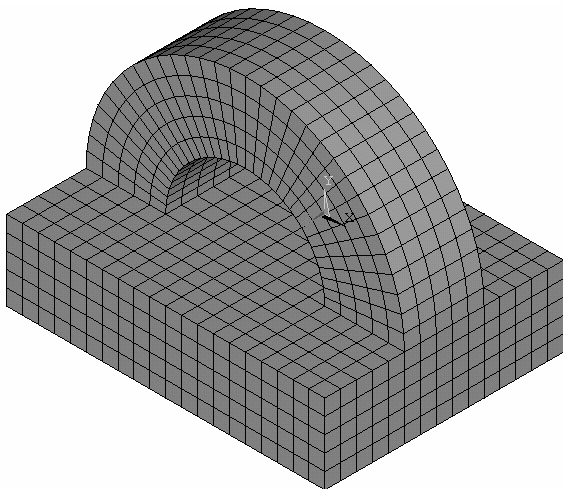

图 3-156 单元划分完成
(11) 依次选择 Main Menu>Preprocessor>Meshing>MeshTool, 弹出“MeshTool”窗口, 单击“Lines”后的“Set”按钮, 弹出“Element Si...”窗口, 单击“Pick All”按钮, 弹出“Element Sizes on Picked Lines”窗口。在“Element edge length”后的方框中输入“0.1”, 然后单击“OK”按钮。
(12) 依次选择 Main Menu>Preprocessor>Meshing>MeshTool, 弹出“MeshTool”窗口, 单击“Mesh”按钮, 弹出“Mesh Volumes”窗口, 单击“Pick All”按钮, 单元划分完成(见图 3-156)。